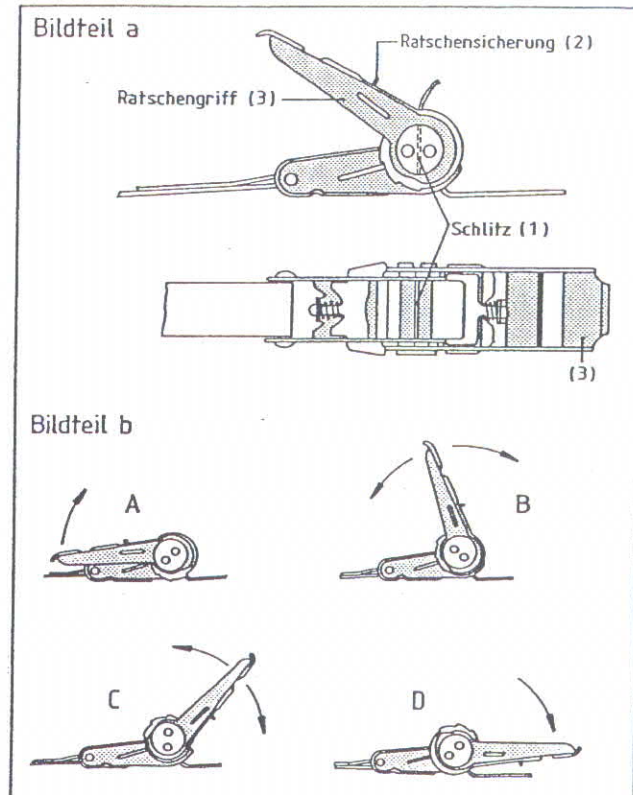

Bild 8: GOLDSAAT-Spannratsche
Bei GOLDSAAT-Kühlgeräten wird der Schlauch mit einer Spannratsche (Bild 8) befestigt: Legen Sie den Gurt um den Schlauch und führen Sie das Ende des Gurtes durch den Schlitz - (1) in Bild 8a. Zum Spannen des Gurtes den Ratschengriff (3), wie in Bild 8b gezeigt, hin- und herbewegen, bis der Gurt gespannt ist. Danach den Ratschen-